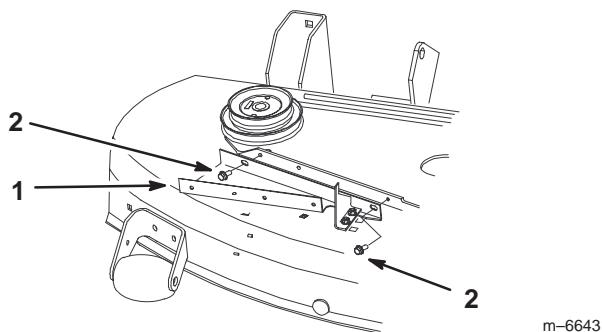

Figure 21
1. Montez le support du couvercle dans les trous du couvercle d'origine avec 2 vis autotaraudeuses à collarette (1/4 x 1/2 pouce) (Fig. 21).